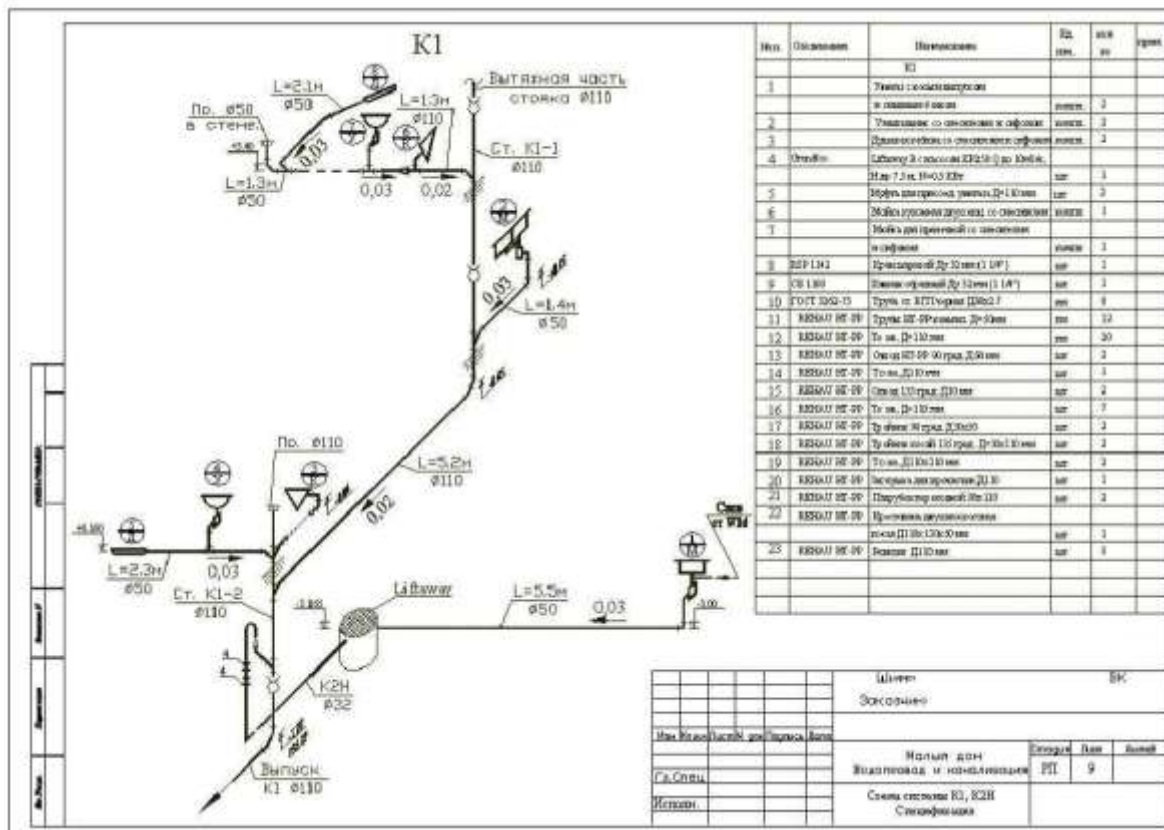

Рисунок 7.2 – Аксонометрическая схема внутреннего водопровода
9. На аксонометрической схеме указываются отметки этажей, уклон и диаметр магистрального трубопровода, обозначаются стояки с указанием их диаметров, рис.7.2.